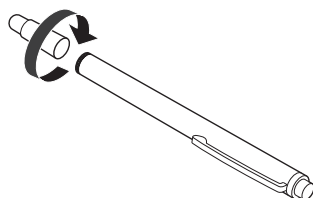

Figure 1
- 1) Tournez le capuchon du stylo dans le sens indiqué sur la figure 1.